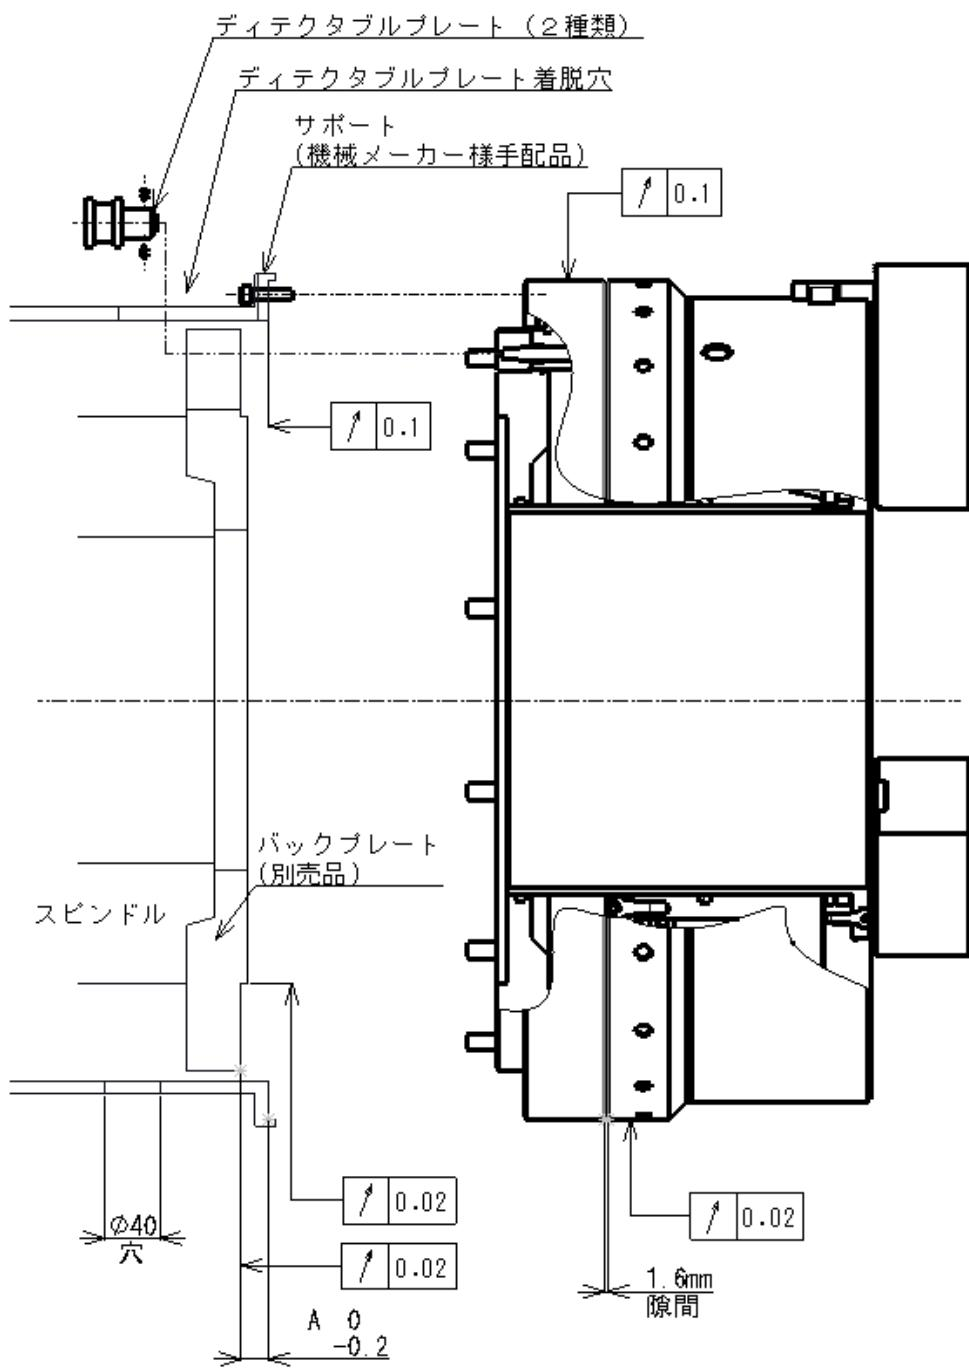

図 14
- バックプレートの振れは加工精度に直結するため、バックプレートの端面振れ・インローダ径振れは図 14 に示すように 0.02mm 以下にすること。
- エアサプライリングを旋盤本体に固定するためのサポートを設けること。寸法はそれぞれの外形図を参照すること。図 14 のように、サポート端面の振れが 0.1mm 以下、エアサプライリングとボーダーの隙間が 1.6~1.8mm(目標値 1.6mm)になるように、サポートの A 寸法を-0.2~0mm 以内に調整できるようサポートの構造を工夫すること。
- サポートには図 14 のようなエア逃がし穴(Φ40 以上)を真下に設けること。この穴はエアサプライリングとチャックのすき間から出るエアを逃がすため、穴がないとジョーの動作速度が遅くなる。
- 図 14 のように、サポート側面にディテクタブルプレート着脱用の穴を設けておくと、エアサプライリングをサポートに固定したままチャック本体の着脱が可能になる。その場合、チャック着脱時以外は蓋で塞ぎ、サポート内に切削水や切粉が入らないようにすること。
- サポートおよびエアサプライリングを取り付けた際の振れは図 14 の値以下となるように調整すること。エアサプライリングとボーダーが接触している場合、チャック回転時に焼き付いて危険。